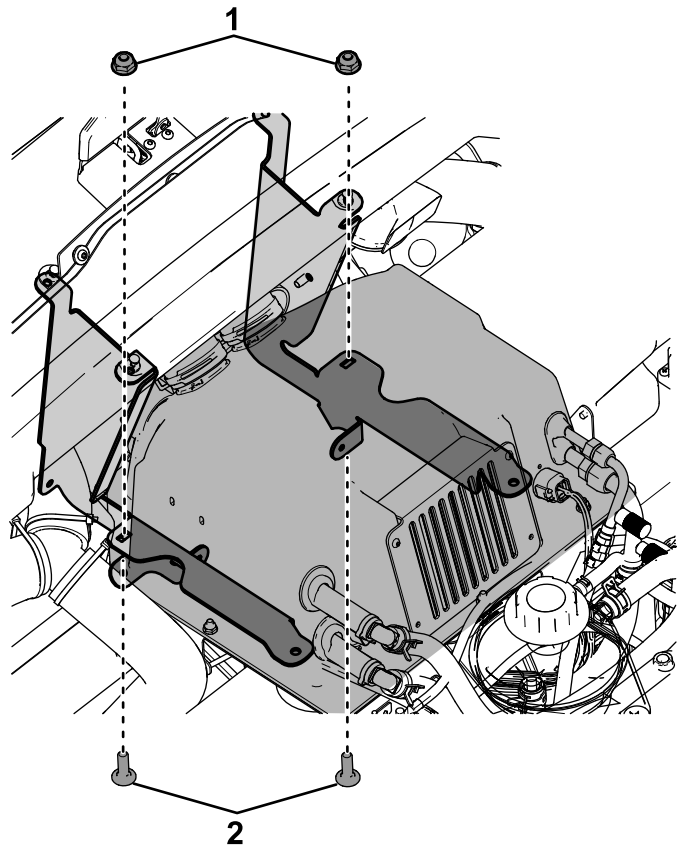

Figura 27
3. Collegate la parte posteriore del gruppo scatola HVAC alle staffe del cruscotto sulla macchina con 2 bulloni a testa tonda (1/4" x 3/4") e 2 dadi di bloccaggio (1/4"); fate riferimento alla Figura 27.